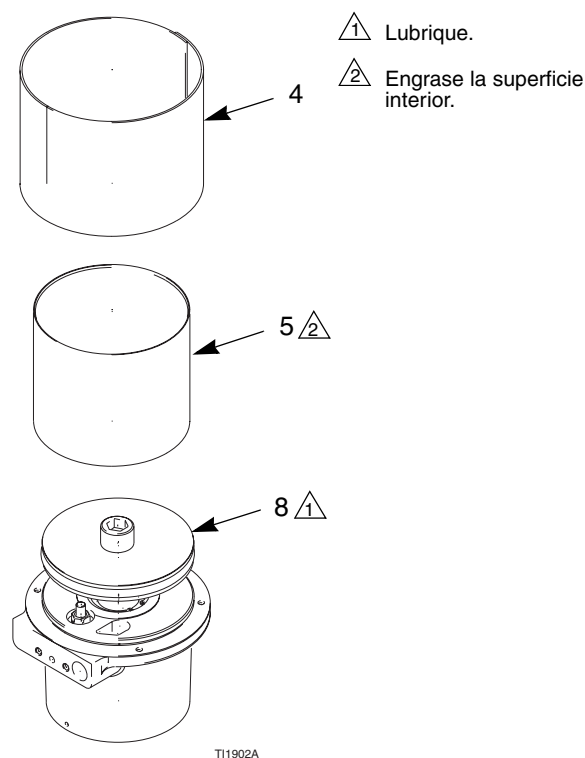
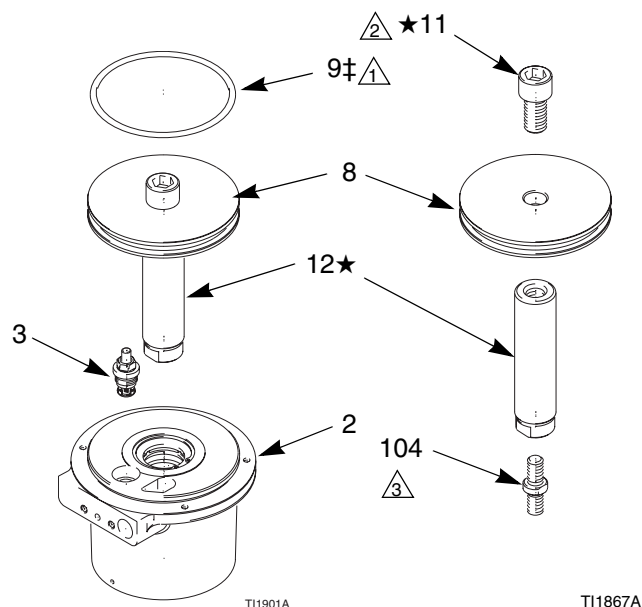

FIG. 9. Cubierta lateral y cilindro
FIG. 10. Pistón del motor neumático
4. Retire la tapa lateral (4) y el cilindro (5). Inspeccione la superficie interna del cilindro en busca de arañazos u otros daños. Vea FIG. 9.
5. Saque el pistón (8) y el eje (12) de la base del motor neumático (2). Para evitar daños en el eje, no incline el pistón. Retire la junta tórica (9) y la válvula piloto (3). Vea FIG. 10.
6. Inspeccione el eje del pistón (12) en busca de signos de desgaste o daños. Si el eje está dañado, desarme el conjunto del pistón. Conserve el eje de conexión (104) y el pistón (8) para volver a utilizarlos. Deseche el eje del pistón (12) y el tornillo de cabeza (11). Estas piezas deben reemplazarse juntas.
2. Si se había desmontado el pistón, vuelva a montar el tornillo de cabeza (11★), el pistón (8), el eje (12★) y el eje de conexión (104). Vea FIG. 10. Asegúrese de que la superficie plana del pistón está dirigida hacia arriba. Apriete el tornillo de cabeza a un par de 150–163 N.m.; aplique el sellador Loctite® del kit en las roscas. Apriete el eje de conexión a un par de 61–68 N.m.
3. Instale la válvula piloto (3) en la base (2). Coloque la junta tórica (9†) en el pistón (8). Engrase el eje del pistón (12) y la junta tórica (9), e introduzca cuidadosamente la parte inferior del pistón en la base.
4. Engrase abundantemente la mitad inferior de la superficie interna del cilindro (5). Instale el cilindro y la tapa lateral (4). Vea FIG. 9.